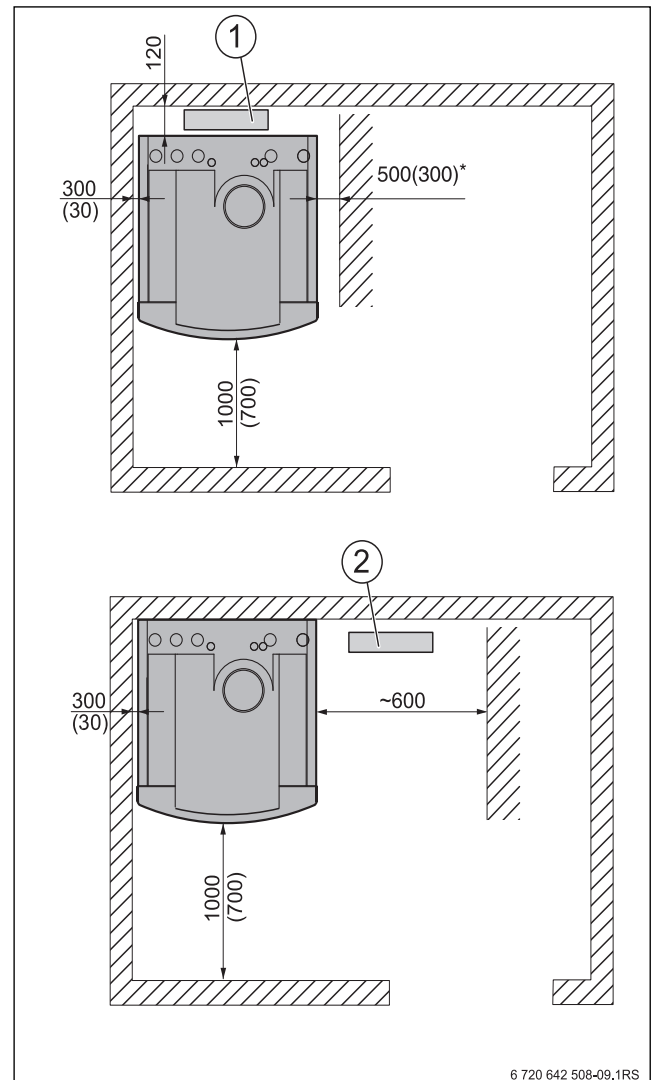

Bild 12 Empfohlene Wandabstände, in Klammern Mindest-Wandabstandsmaße (in mm)
- ▶ Mindesthöhe und Mindest-Wandabstände im Aufstellraum einhalten (→ Tabelle 5, Seite 9 und Bild 12).